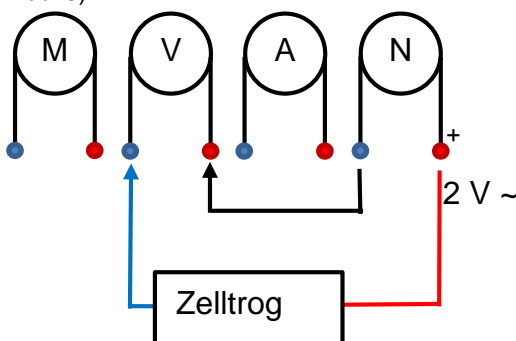

Abb. 2: Schaltung des Versuchs.
Je eine Ausgangsbuchse des Netzteils (5) über eine Abgreifklemme mit einer Nickel-Elektrode verbinden (siehe Abb. 2 und 3).